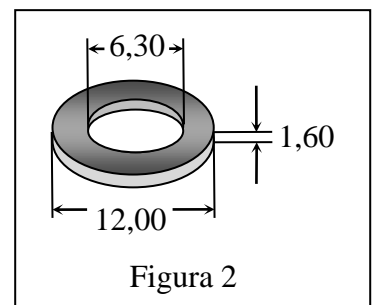

Figura 2
I.1. (2p) Cunoscând dimensiunile șaibelor (figura 2), să se determine masa m_0 a unei șaibe. Dimensiunile menționate sunt exprimate în mm, iar șaibe sunt confecționate din oțel cu densitatea de 7800 kg/m^3 . La calcularea masei, rezultatul se va exprima în grame, rotunjindu-se cu o zecimală exactă.